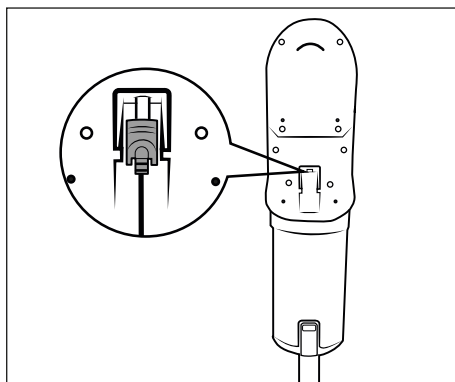

Abb. 8
- ▶ Der Staubsauger kann auch direkt über den Netzadapter **10** geladen werden. Entnehmen Sie dafür den Hohlstecker **11** durch eine leichte Drehung aus der Wandhalterung **16** und stecken Sie ihn in die Ladebuchse **3** am Gerät (siehe Abb. 8).